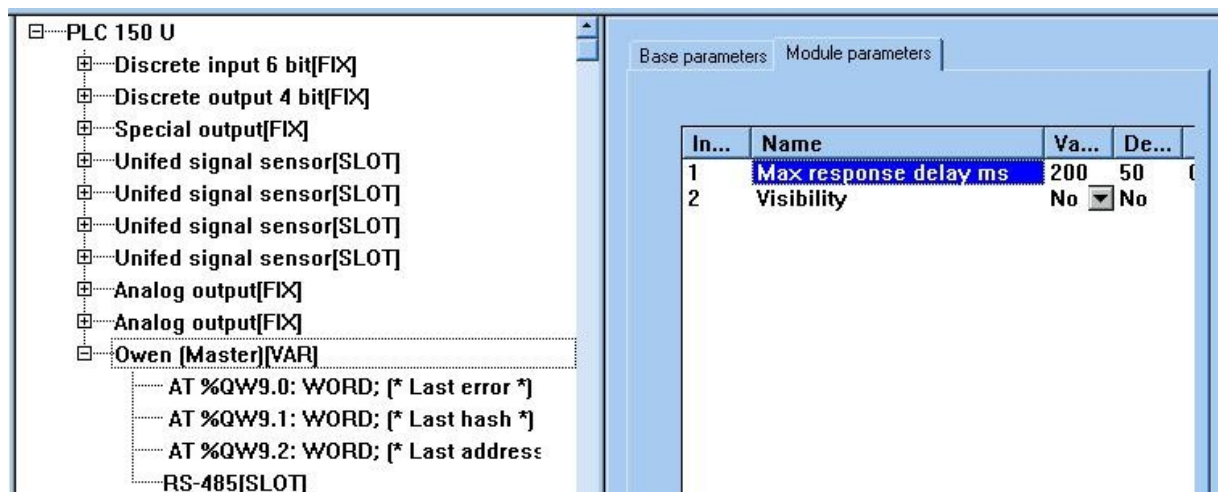

Рис. 9.31
3.2 Выделите появившийся модуль *Owen (Master)*, в окне слева выберите вкладку *Module Parameters* (рис. 9.31).